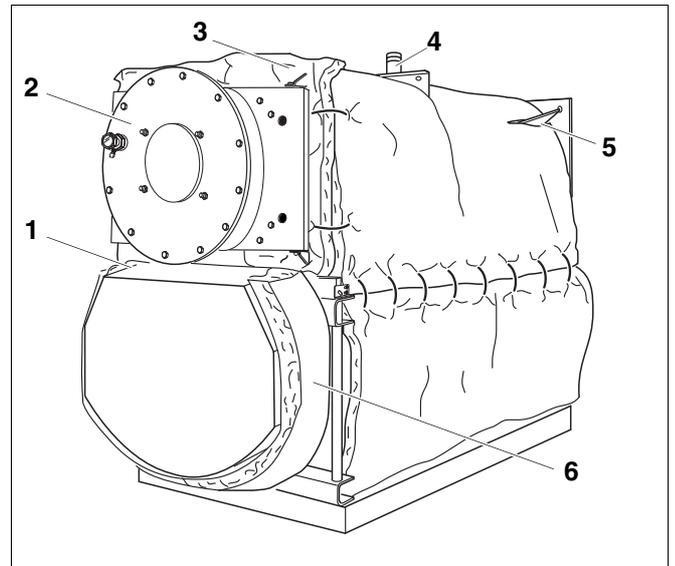
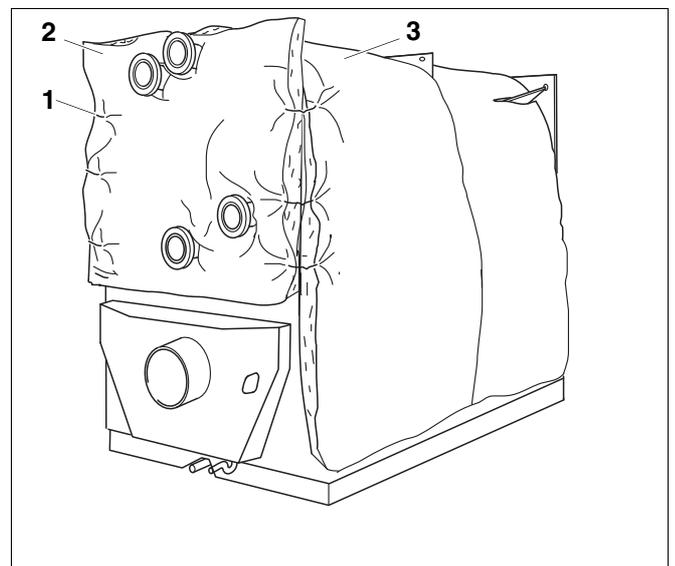

Рис.15 Теплоизоляция на дверце горелки и оборотной камере
Рис.16 Теплоизоляция задней стенки
- ▶ Приложите теплоизоляционный мат с круглым вырезом [3] широким краем вверх к передней стенке корпуса котла и закрепите его 4 скобами (2 слева, 2 справа) к теплоизоляции корпуса (рис. 16, [3]).
- ▶ Вставьте теплоизоляционные маты дверцы горелки (рис. 15, [3], стр. 23) и задней стенки (рис. 16, [2], стр. 23) в верхнюю отбортовку на передней и задней траверсах.